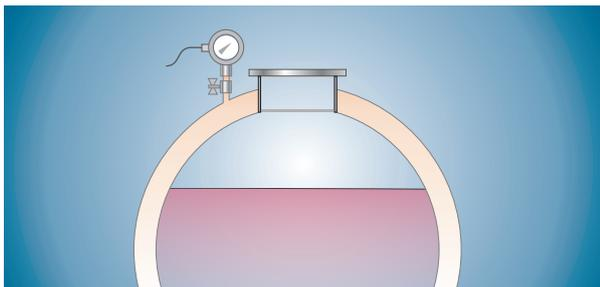

Рис. 3. Применение манометра для контроля герметичности двухстенных резервуаров.
Комплект манометра с сигнализатором, например, может применяться для контроля герметичности межстенного пространства двухстенного резервуара (рис. 3), а также для двухстенной арматуры на АГЗС, ГНС.
2) Для контроля резервуаров хранения СУГ используются манометры ДМ2010 (ДМ2005) или ЭКМ-100 (ЭКМ-160) с диапазоном измерения от нуля до верхнего предела давления в межстенном пространстве в нормальном и аварийном режимах. В данном случае возможно как понижение давления - при разгерметизации наружной стенки резервуара, так и его повышение - при разгерметизации внутренней стенки резервуара (рис. 3).